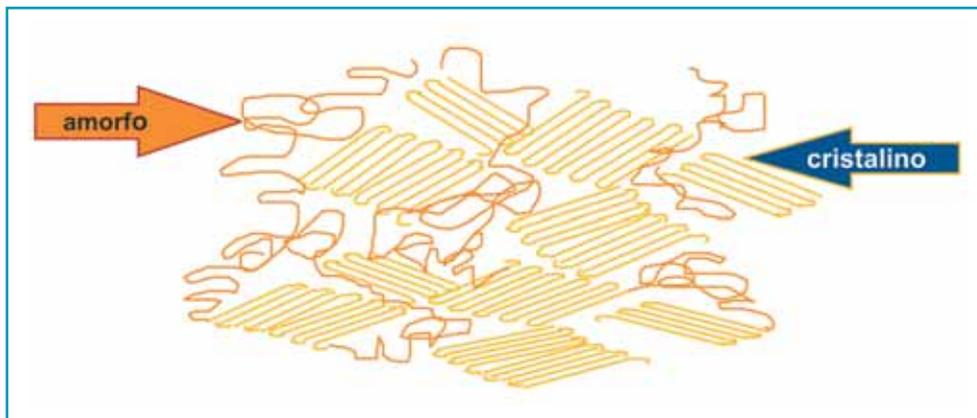

Figura 1. Densidade - Estrutura das Macromoléculas
**Figura 1.** Gêneros ou espécies de Cyanobacteria (Cyanophyceae) com registros de eventos de florações no lago Guaíba, RS. A - *Anabaena* sp., B - aff. *Raphidiopsis*, C - *Aphanizomenon* sp., D - *Microcystis wesenbergii*, E - *Planktothrix isothrix*.